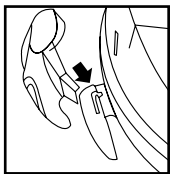

FIGURA 11
11. Coloque las lengüetas en forma de "J" en las ranuras de los soportes para enrollado de cable. **FIGURA 11.** Presione hasta que las lengüetas encajen en su lugar.